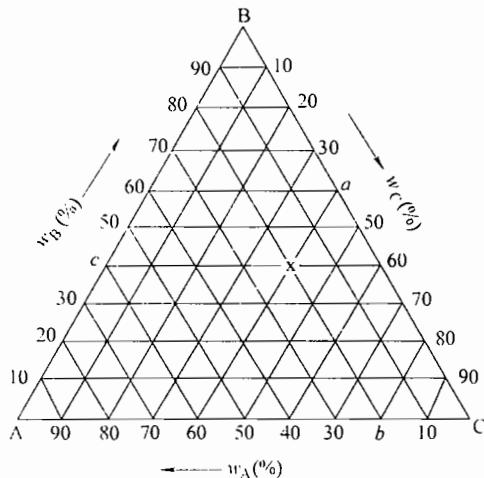

图 10-2 第三题第 1 小题图
1. 写出图 10-2 中 x 合金的成分。
1. 图10-2的x合金的成分为： $w_A = 20\%$ ， $w_B = 40\%$ ， $w_C = 40\%$ 。